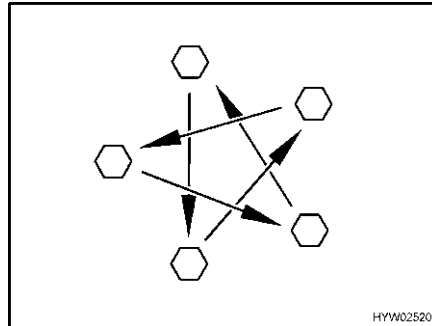

Fig. 289 Apretar las tuercas o los tornillos de las ruedas en forma de cruz
- Comprobar periódicamente que las tuercas o tornillos de las ruedas estén firmemente apretados. Reajustar en forma de cruz (Fig. 289) las tuercas o tornillos después de cambiar una rueda, al cabo de 50 km. Par de apriete, véase apartado 13.5.2.
- ▷ Apretar en forma de cruz las tuercas o los tornillos de las ruedas (Fig. 289).